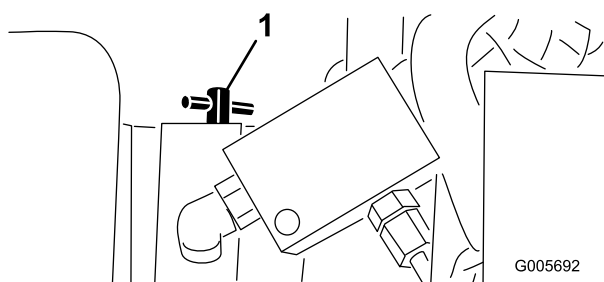

Figure 16
1. Trouvez la vanne de dérivation sur la transmission (Figure 16) et tournez-la dans le sens antihoraire de 1/2 à 1 tour. En s'ouvrant, la vanne ouvre un passage à l'intérieur de la pompe, et l'huile de transmission est ainsi mise en dérivation. Il est alors possible de pousser la machine sans endommager la transmission.